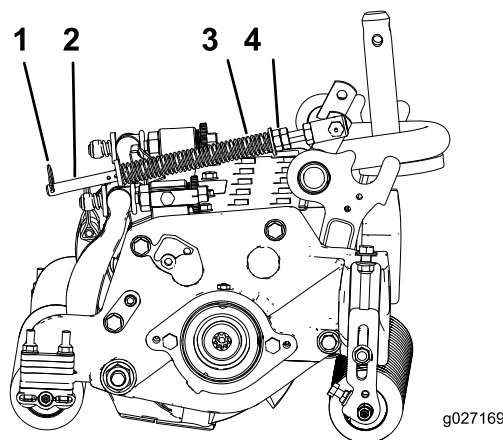

Рисунок 14
- Затяните шестигранные гайки на переднем конце штока пружины так, чтобы длина сжатой пружины была равна 12,7 см; см. Рисунок 14.
- Убедитесь, что игольчатый шплинт вставлен в заднее отверстие штока пружины (Рисунок 14).